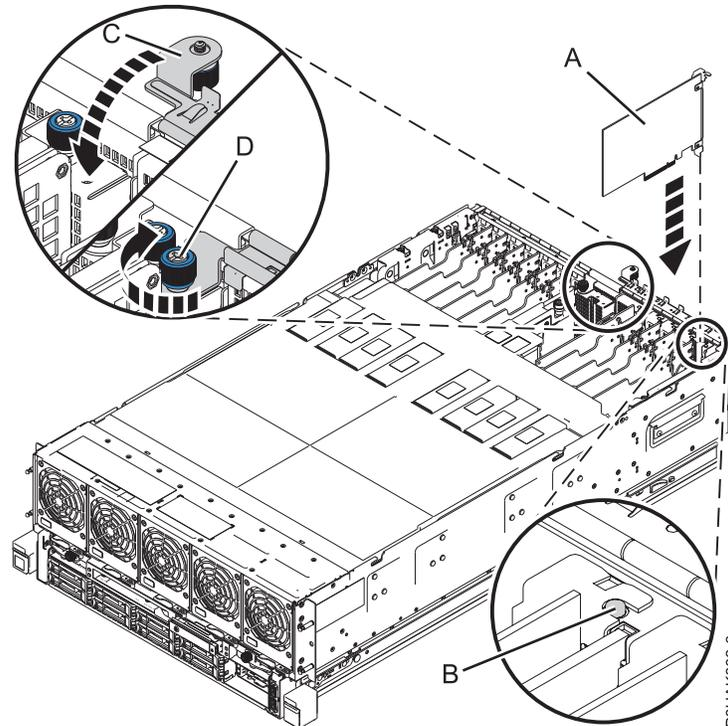

Abbildung 4. PCIe-Adapter im System vom Typ 8408-44E oder 8408-E8E installieren oder austauschen
6. Fassen Sie den Adapter vorsichtig an der Oberkante oder am Haltesteg an und richten Sie den Adapter an dem Steckplatz und dem zugehörigen Anschluss an der Systemrückwandplatine (A) aus, siehe Darstellung in Abb. 4 auf Seite 7.
8. Stellen Sie sicher, dass die Aussparung für die Adapterkassettenhalterung am Stift des Systemchassis einrastet. Siehe (B) in Abb. 4 auf Seite 7.
9. Schließen Sie die E/A-Halterung (C), indem Sie sie nach unten drehen, und drehen Sie anschließend die Rändelschraube (D) fest, bis sie sicher im Systemchassis sitzt. Siehe Abb. 4 auf Seite 7.